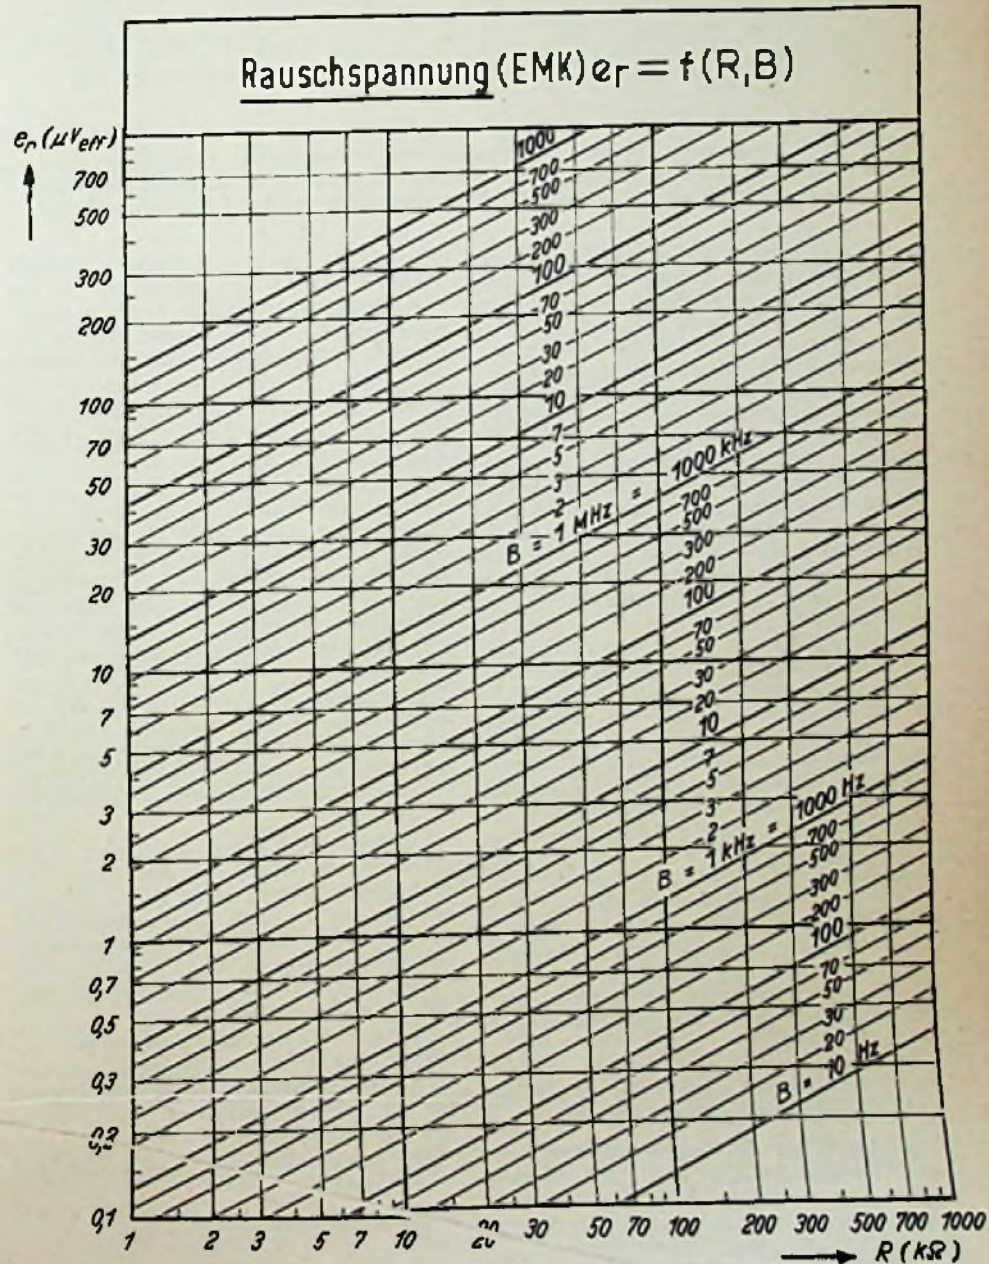

Bild 1. Zusammenhang zwischen Widerstand R , Bandbreite B und Rauschspannung e_r (EMK)
Bild 1. Die Baueinheiten des Teleport IV: links Chassis des Sende/Empfängers, dahinter Gehäuse mit Anschlüssen, rechts Stromversorgungsgerät mit Bleisammler und Zerkackereinrichtung, darüber die Antenne, vorn Mikrofonlautsprecher mit Ruf- und Senderumschalttasten
Das Teleport IV ist in seinem Hf- und Nf-Teil aus kleinen Baugruppen aufgebaut, wie das Titelbild und Bild 1 erkennen lassen. Diese Aufbautechnik ist für die Fertigung und für die Wartung günstig, denn die Gruppen können vor der Montage einzeln geprüft und bei einem Defekt leicht ausgetauscht werden; es genügt das Ablöten weniger Drähte.
Die Stromversorgung der tragbaren Ausführung übernimmt ein Zusatzgerät (Bild 1, rechts) mit einem 2/4-Sammler und Zerkacker. Eine Batterieladung erlaubt acht Stunden Betrieb, davon 20 % der Zeit Sendebetrieb. Für stationäre Zwecke steht ein Wechselstromnetzteil zur Verfügung. Die Bedienung des Gerätes ist durch den Mikrofonlautsprecher (Bild 1, vorn) mit Sprech- und Ruf- und Ruftaste für den 1750-Hz-Tonruf besonders einfach. Der Stromversorgungsanteil kann entweder abgesetzt aufgestellt bzw. getrennt getragen oder mit dem Sende/Empfangsgerät zu einer Einheit verbunden werden. Im letztgenannten Falle sind die Abmessungen $300 \times 210 \times 120$ mm und das Gewicht beträgt je nach Ausrüstung mit Zubehör 5,0 bis 6,4 kg.
Die grafische Darstellung der Formel (1) in Bild 1 gibt die Möglichkeit, die Rauschspannung e_r sofort und ohne Rechnung abzulesen, wenn der Widerstandswert R und die Bandbreite B bekannt sind. Zu beachten ist dabei jedoch, welchen Wert man für die Bandbreite im Einzelfall einzusetzen hat.